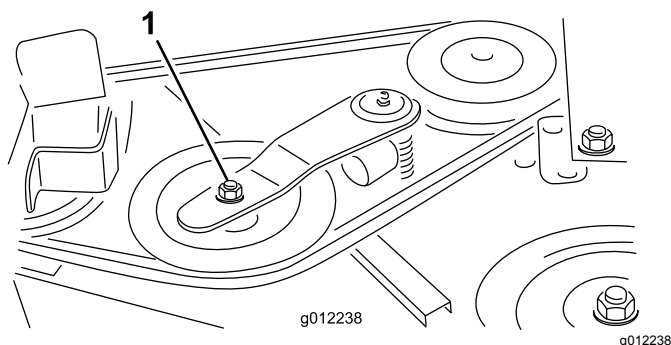
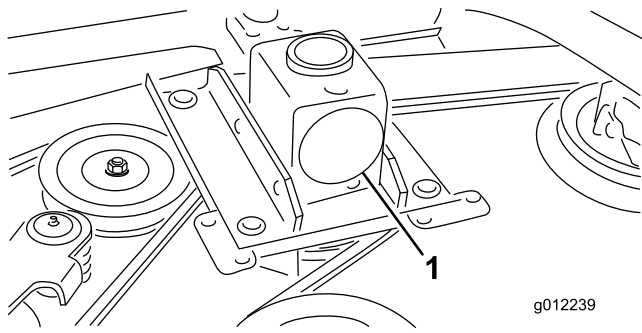

図 34
図 35
2. トルクレンチなどの工具を使ってアイドラプリー **図 34** をベルトから引き離してベルトの張りをなくし、ベルトをギアボックスのプリー **図 35** から外す。